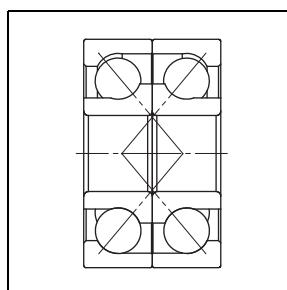

Abb. 19
**Hinweis:** Schrägkugellager in X-Anordnung einpressen, siehe Abb. 19, Seite 35.